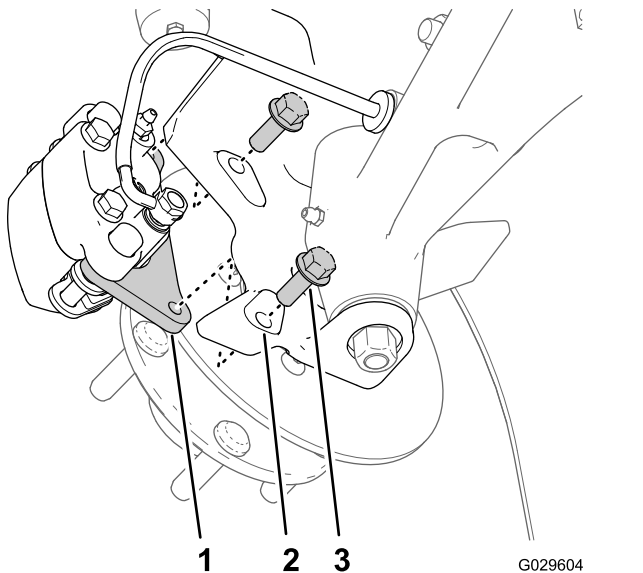
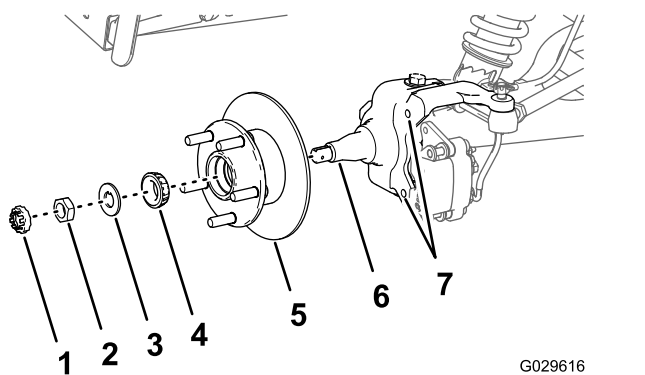

Рисунок 31
Рисунок 35
к шпинделю, и отделите тормоз от шпинделя (Рисунок 31).
- Нанесите тонкий слой консистентной смазки указанного типа на шпindel (Рисунок 35).
- Установите ступицу и ротор на шпindel так, чтобы ротор был внутри (Рисунок 35).
- Установите наружный подшипник на шпindel и в наружное кольцо (Рисунок 35).
- Установите стопорную шайбу на шпindel (Рисунок 35).
- Наверните гайку шпинделя на шпindel и затяните гайку, поворачивая ступицу (Рисунок 35).
- Совместите тормозные колодки с обеих сторон ротора (Рисунок 31) и отверстия в кронштейне суппорта с отверстиями в креплении тормоза на шпиндельной бабке (Рисунок 35).
- Установите кронштейн суппорта на шпиндельную бабку (Рисунок 31) при помощи 2 болтов с фланцевыми головками (3/8 x 1 дюйм) и затяните болты с моментом от 47 до 54 Н·см.